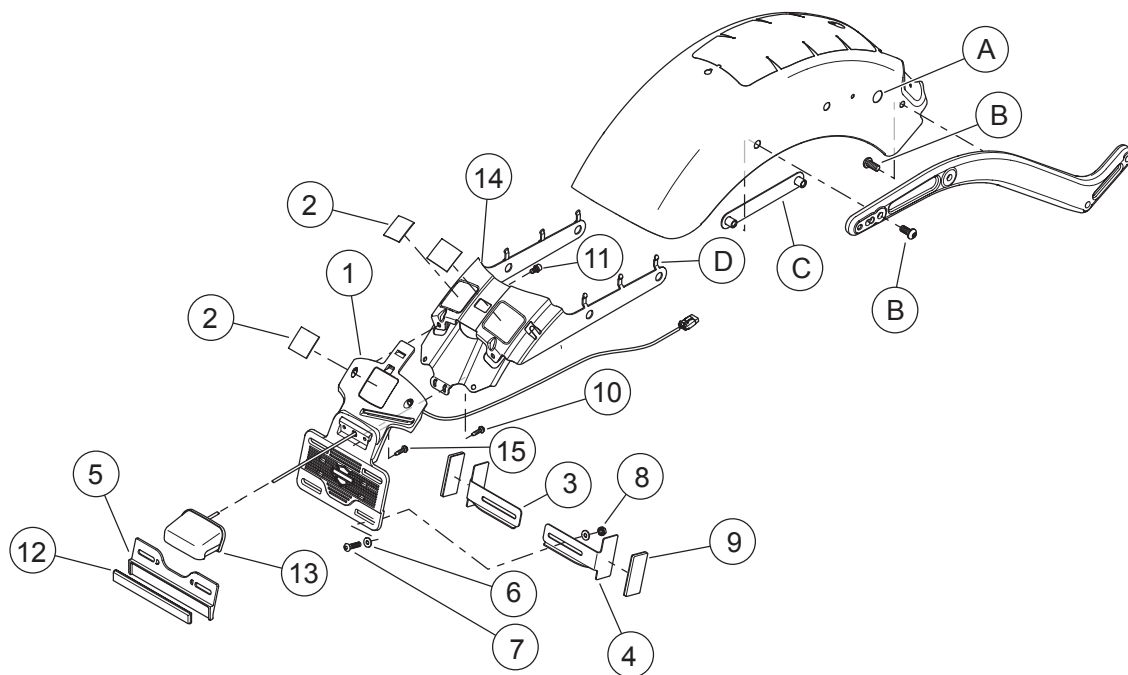

Figura 2. Peças de reposição: Kit de reposicionamento da placa de licença do veículo
Consulte Figura 2 e Tabela 2.
1. Consulte Figura 2. Coloque o conjunto do suporte da placa de licença do veículo em sua posição e instale os suportes de montagem do pára-lama (C).
2. Oriente a fiação através do furo (A) até o lado de fora do pára-lama.
3. Instale a nova abraçadeira de fixação da fiação no pára-lama entre o último retentor de fio (D) e o furo (A).